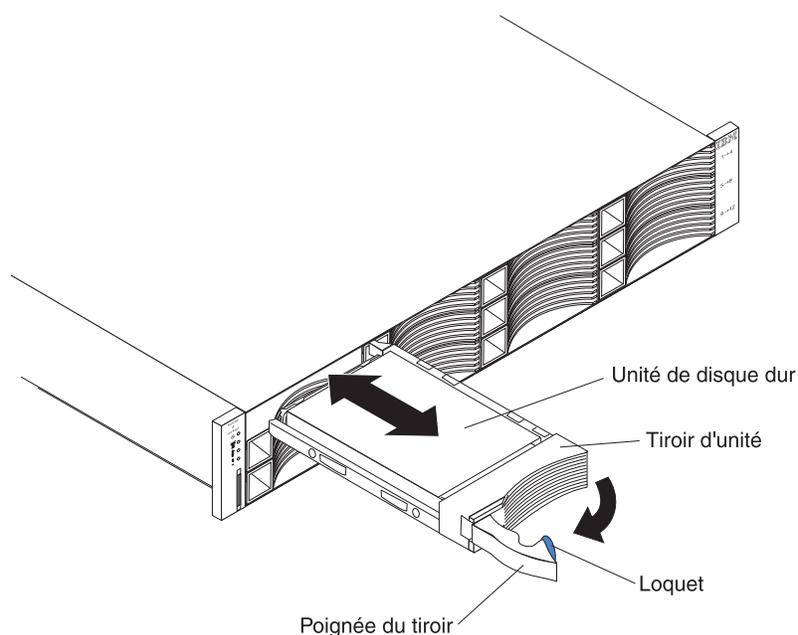

Figure 40. Retrait d'un disque dur
4. Extrayez le disque de sa baie, comme indiqué à la figure 40.